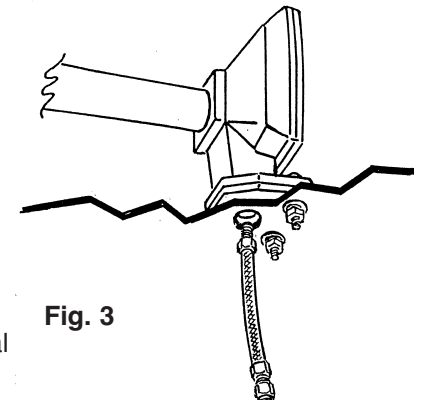

Fig. 3
3. Posicione la tira de moldura de caucho en el frente de la ménsula de soporte. Posicione la ménsula alrededor de la parte angosta del claxon tipo trompeta. Presione la ménsula hacia adelante hasta que esté apretada. Use la ménsula como patrón, marque las ubicaciones de los agujeros y taladre al tamaño. Vea la fig. 3.